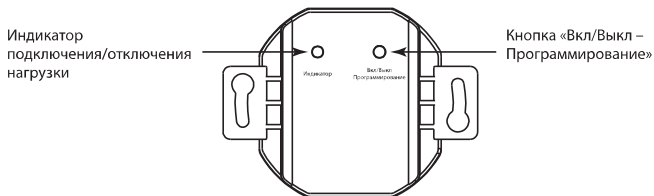

Рисунок 4. Внешний вид приемника M1
6.3. Для подключения приемника М1 к передатчику его нужно перевести в режим программирования. Для этого необходимо нажать и удерживать кнопку «Вкл/Выкл – Программирование» более 1 секунды (рисунок 4), при этом начинает моргать светодиод слева.